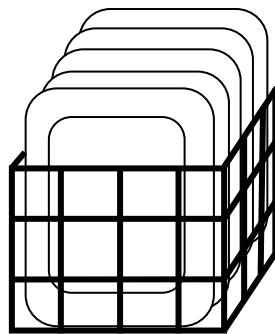

Figura 60
- D. Si se implementa placas de tratamiento, asegúrese de acomodar los artículos según se muestra en la Figura 60.